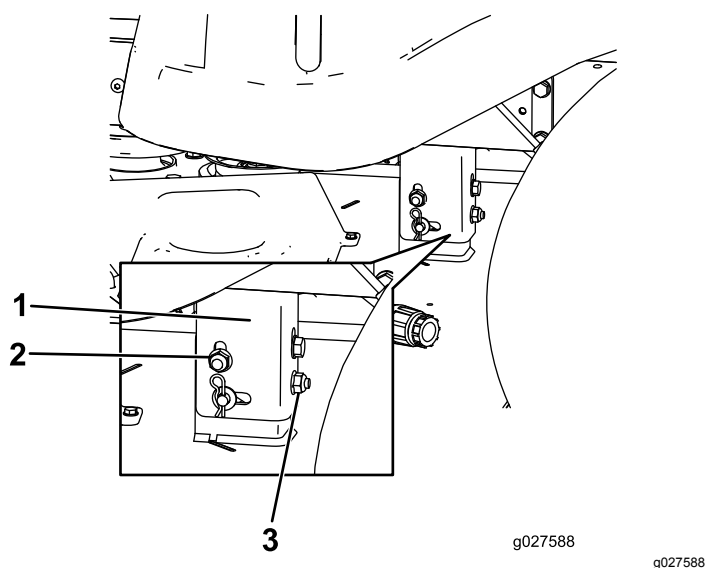

Figura 54
8. Eleve o baje el lado izquierdo de la carcasa de corte girando la tuerca de bloqueo trasera. (Figura 54).